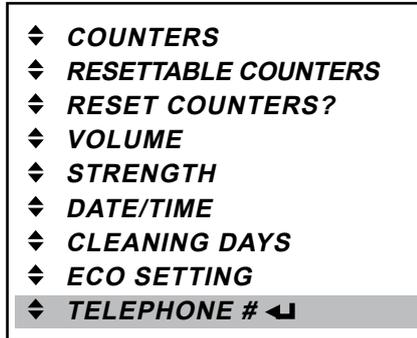

Fig. 62
- Press the enter button ↵ to access the «TELEPHONE #» menu (fig. 62).